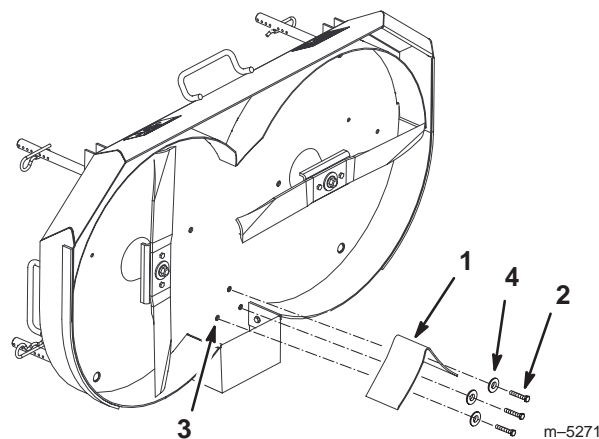

Figure 36
3. Enlevez les vis et les rondelles de fixation du déflecteur de hachage qui se trouvent sur le plateau de coupe (Fig. 36).
4. Montez le déflecteur à l'aide des pièces enlevées précédemment (Fig. 36).
2. Enlevez les vis, les rondelles et le déflecteur de hachage de la tondeuse (Fig. 36).